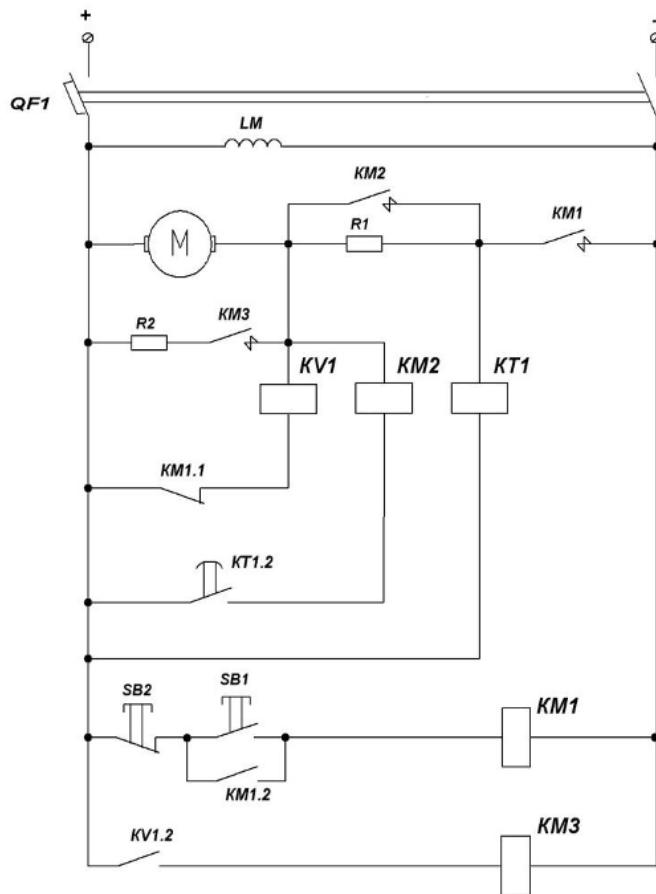

Рисунок 5 - Схема управления двигателем постоянного тока
23. Опишите принцип динамического торможения при управлении двигателем постоянного тока независимого возбуждения (рисунок 5).